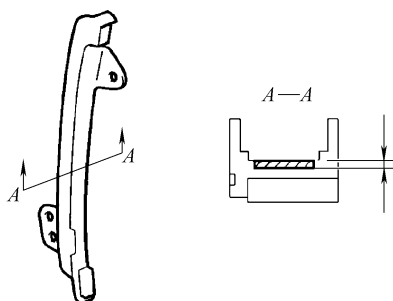
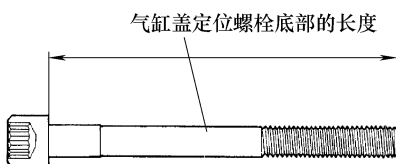

图 1-219 检查减振器厚度
图 1-220 检查气缸盖定位螺栓长度
① 检查减振器，如图 1-219 所示。
② 如果厚度小于最小值，则更换链条减振器。
① 用游标卡尺测量从底座到端部的气缸盖定位螺栓的长度，见图 1-220。